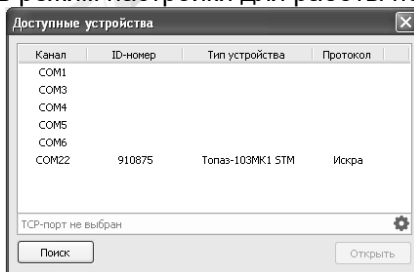

Рисунок 1
7.2 Запустить программу (файл NastrTopaz.exe). Автоматически запустится сканирование всех доступных COM-портов. Для найденных устройств отображается их ID-номер, тип устройства и протокол связи (рисунок 1). Выбрать "Топаз-103МК1 STM" (это устройства с общим функциональным типом) и нажать кнопку "Открыть". Устройство будет переведено в режим настройки для работы по протоколу "Топаз".